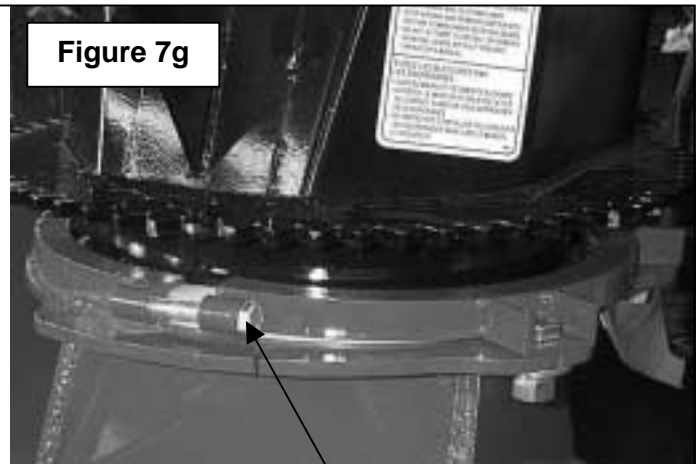

Figure 7g
**(FIGURE 7g)** Insérer les deux boulons 1/2" x 3 1/4" servant à relier les deux plaques de retenue, tel qu'illustré.